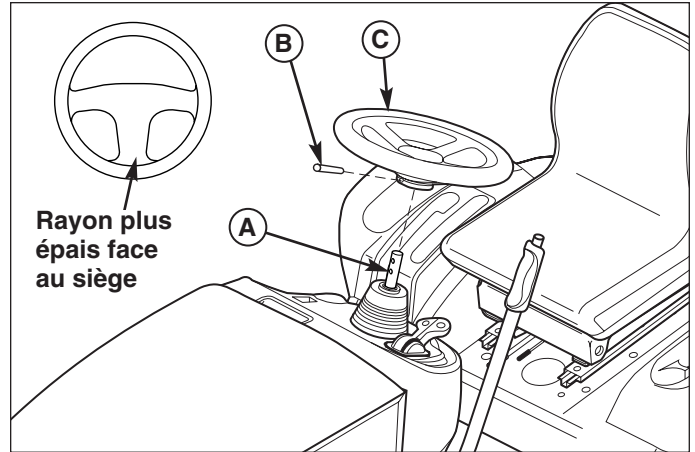

Figure 45. Composants du volant
1. A l'aide d'un chassoir approprié, retirer la goupille cylindrique de la base du volant (B, figure 45).
2. Tirer le soufflet en caoutchouc vers le bas pour exposer les deux trous de la colonne de direction (A).